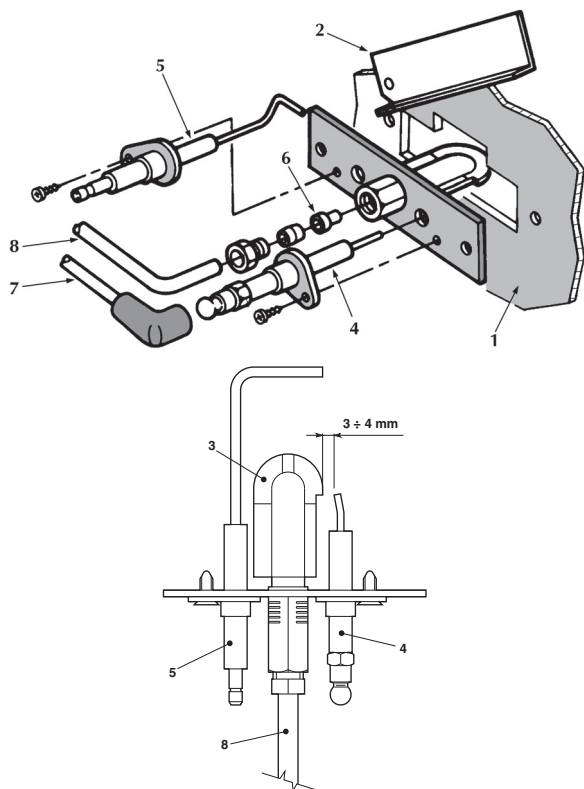

fig. 10 - Brûleur pilote
- Les électrodes doivent être libres de toute incrustation et positionnées correctement (voir fig. 10).
Après quelques tentatives d'allumage, la centrale électronique bloque la chaudière.	Pour le nettoyage des brûleurs et des électrodes, utiliser de l'air comprimé. Contrôler l'arrivée régulière du gaz à la chaudière et que l'air est éliminé des tuyaux. Contrôler que les électrodes soient correctement positionnées et non incrustées (voir fig. 10). Vérifier que la chaudière soit pourvue d'une bonne mise à la terre.
En phase d'allumage, la décharge des électrodes n'a pas lieu.	Contrôler les branchements électriques aux électrodes d'allumage et d'ionisation. Contrôler que les électrodes soient correctement positionnées et non incrustées (voir fig. 10). Thermostat de réglage réglé trop bas. Contrôler l'alimentation électrique. Contrôler les branchements électriques aux électrodes d'allumage et d'ionisation. Contrôler les branchements électriques au module électronique de contrôle de flamme. Vérifier que PHASE et NEUTRE ne soient pas inversés et que les contacts à la masse soient effectifs. Vérifier la pression du gaz à l'entrée et les éventuels pressostats de gaz ouverts. Réarmer le thermostat de sécurité. S'assurer que le thermostat d'ambiance soit fermé.